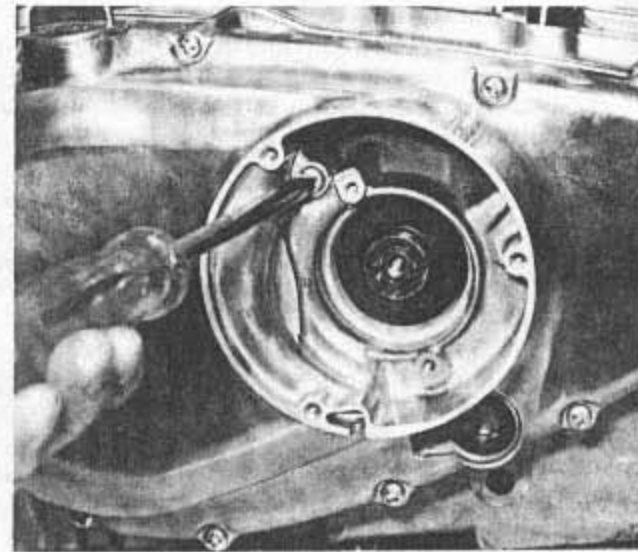

Bild 43
- Die Schrauben, welche den rechten Gehäusedeckel sichern, werden übers Kreuz gleichmässig gelockert und entfernt. Man beachte die einzelne Schraube, welche im Innern des Unterbrechergehäuses sitzt, links vom Kurbelwellendichtring (Bild 43). Gehäusedeckel samt Dichtung entfernen.